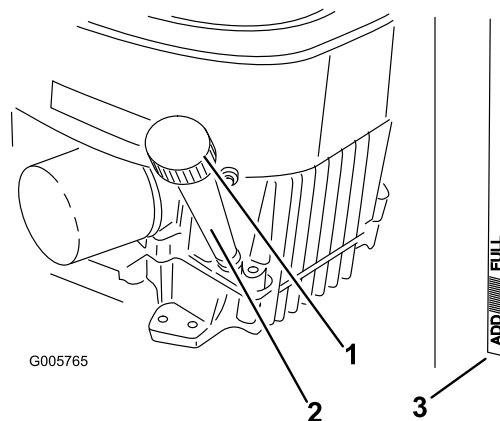

Figure 35
4. Nettoyez la surface autour de la jauge d'huile (Figure 35) pour éviter que des impuretés ne s'introduisent dans le goulot de remplissage, ce qui risquerait d'endommager le moteur.
5. Retirez la jauge d'huile et essuyez soigneusement son extrémité (Figure 35).
9. Changez le filtre à huile au besoin (Figure 35).
10. Nettoyez la surface autour du bouchon de la jauge d'huile et dévissez le bouchon (Figure 35).
11. Versez avec précaution environ 80% de la quantité d'huile spécifiée dans le goulot de remplissage (Figure 35).